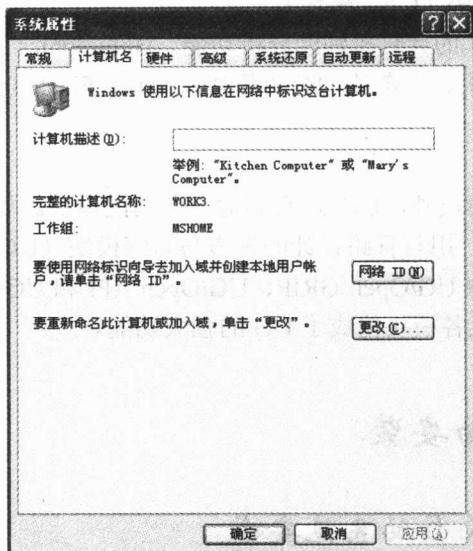

图 1-1 查看计算机名
1) 鼠标在桌面上右键单击“我的电脑”→“属性”→“计算机名”，找到“完整的计算机名称”，把名称抄下备用（注意大小写），如图 1-1 所示。